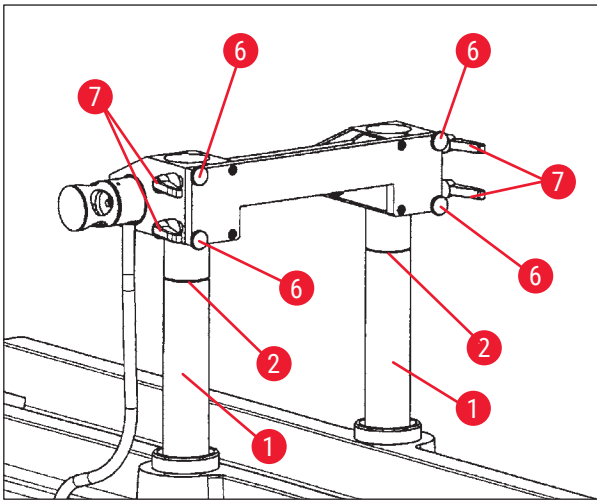

Fig. 85
- Sistemare il portacoltello nelle colonne di supporto con il bordo superiore (→ Fig. 83-2) in posizione corrispondente a 100 mm per la scanalatura oppure sulla sommità completa per la posizione corrispondente a 200 mm, vedere (→ Fig. 85).
- Per la posizione corrispondente a 200 mm sistemare il portacoltello con il bordo superiore in corrispondenza della sommità delle colonne (→ Fig. 85).
- Ciò richiede di riportare le colonne di supporto nella posizione più elevata (→ Fig. 85) e di regolare il portacoltello sulla posizione corrispondente a 100 mm, come descritto nel Capitolo (→ p. 83 – 7.10.3 Regolazione dell'altezza del portacoltello).